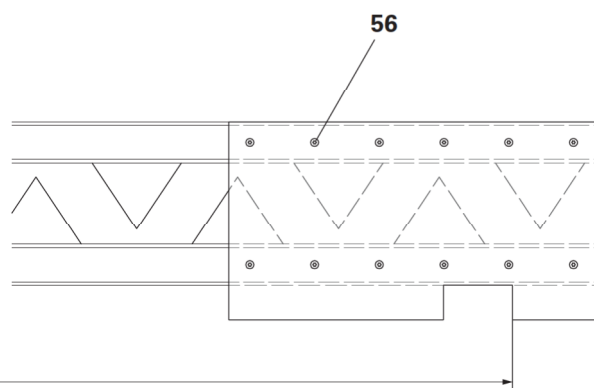

Fig. C1.05b
5. Misurare L_1 e avvitare saldamente la testata. (Fig. C1.05b)